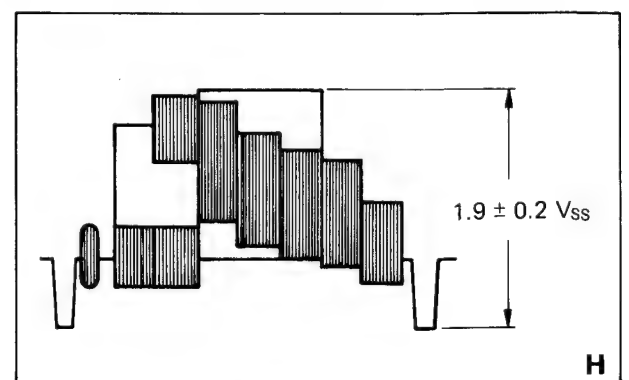

Bild 3-22
2. Tastkopf an TP 6 und mit R 61  $1,9 V_{SS}$  einstellen (Bild 3-22).